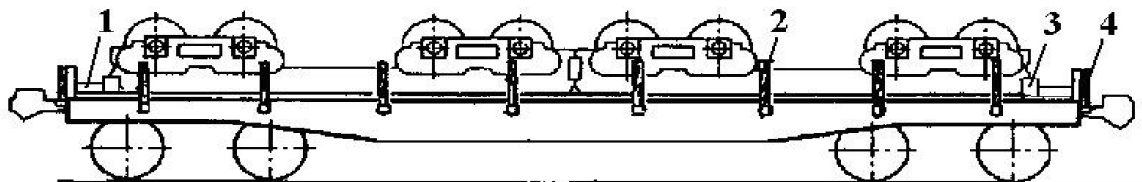

Рисунок 211
13.1. Четырехосные тележки для изложниц перевозят на платформах по две штуки вверх колесами. Перед погрузкой щеколды сцепления тележек должны быть сняты. Тележки укладывают непосредственно на пол платформы вплотную друг к другу (рисунок 211).